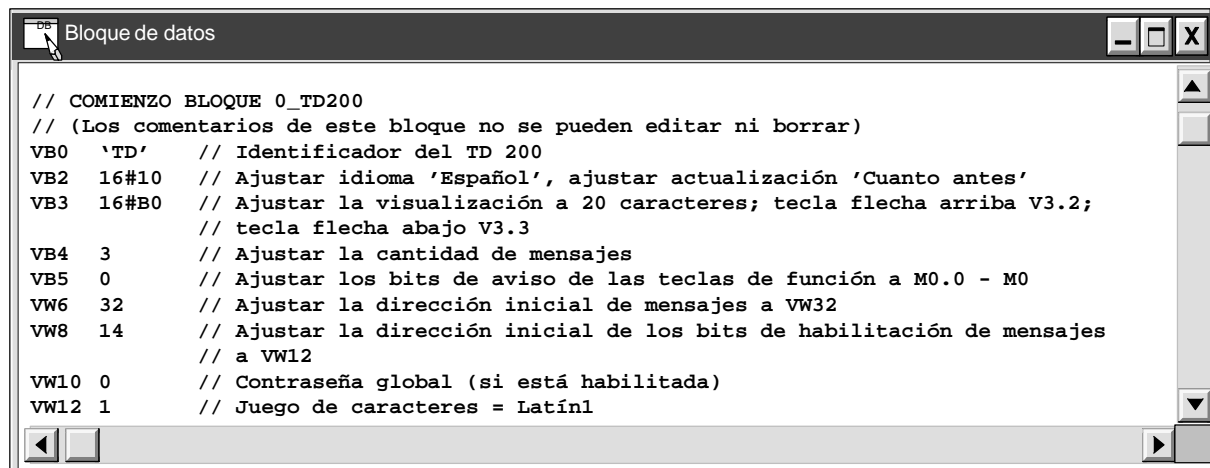

Figura E-2 Ejemplo de un bloque de datos con una configuración del TD 200
1. Elija el comando de menú **Ver > Bloque de datos**. Aparecerá el cuadro de diálogo "Bloque de datos" (v. fig. E-2).
En los pasos siguientes, las direcciones de los cambios se indican en forma de offsets de bytes desde el comienzo de la configuración. La dirección inicial de la configuración es donde figura el valor "TD". En la figura E-2, la línea de código "VB0 'TD'" indica que la configuración del TD 200 comienza en la dirección VB0. Para determinar dónde se deben efectuar los cambios, es preciso sumar los offsets (indicados en los pasos siguientes) a la dirección inicial de la configuración.
Por ejemplo, la línea VB2 de la figura E-2 es 16#10. El "1" ajusta el idioma inglés. Para ajustar el idioma español, modifique la línea de la siguiente forma: "VB2 16#50".
3. Offset de 3 bytes: Para poder utilizar un juego alternativo de caracteres en el TD 200, es preciso activar el bit más significativo del byte. Puede utilizar una calculadora hexadecimal para sumar el valor hexadecimal 80 al valor actual de la dirección. Para habilitar el juego alternativo de caracteres, modifique la correspondiente línea de la figura E-2, con objeto de ajustar VB3 a 16#B0.
4. Offset de 8 bytes: Verifique que el valor que indica la dirección inicial de los bits de habilitación de mensajes sea por lo menos 14 bytes mayor que la dirección inicial de la configuración. En la figura E-2, VW8 debería ser 14 bytes mayor que VB0. Si utiliza el valor estándar de 12 ("VW8 12") propuesto por el Asistente de configuración del TD 200 de una versión del software anterior a STEP 7-Micro/WIN 3.1, deberá cambiar dicho valor a "VW8 14".
5. Offset de 10 bytes: Verifique que haya un comodín de la contraseña. Si aparece introducida una contraseña, no es necesario tomar más medidas al respecto. En caso contrario, introduzca el comodín "0". En la figura E-2, "VW10 0" indica que se ha introducido un "0" de comodín.
6. Offset de 12 bytes: Indique el juego de caracteres a utilizar en los mensajes de usuario. En la tabla E-2 figuran los valores correspondientes a los diversos juegos de caracteres. En la figura E-2, "VW12 1" indica que la configuración del TD 200 utilizará el juego de caracteres "Latín 1" para los mensajes de usuario.